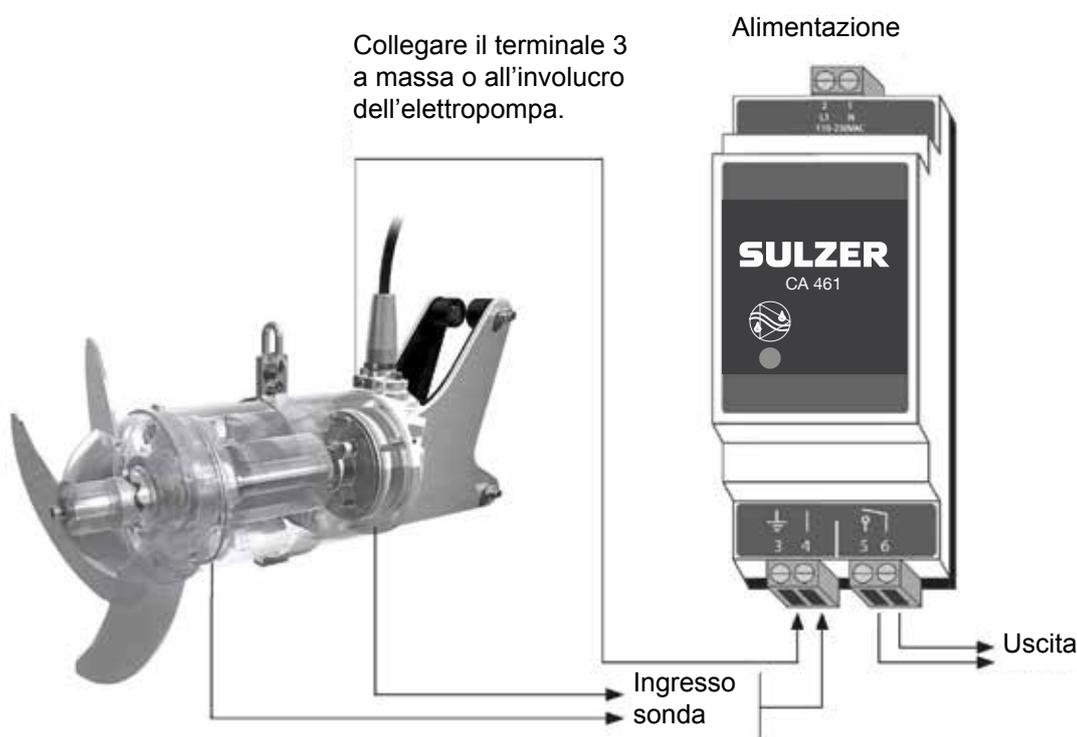

Fig. 26: Amplificatore con relè di segnalazione generale
XRW 210, 300 e 900 sono dotati di serie di sistemi di monitoraggio della sensore di perdite (DI) camere di ispezione, del zona di collegamento e del motore (solo del motore nella versione Ex 50 Hz). Il sensore di perdite svolge la funzione di monitoraggio tenuta stagna e segnala, per mezzo di una speciale elettronica, l'eventuale infiltrazione dell'umidità nel motore. Per integrare il monitoraggio della tenuta stagna nell'apparato di comando è necessario un Sulzer sensore di perdite (DI) ed il collegamento dev'essere effettuato secondo i seguenti schemi elettrici (vedere Fig 26).